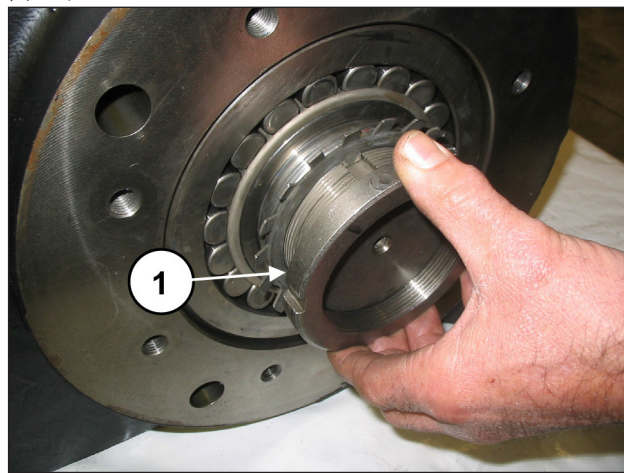
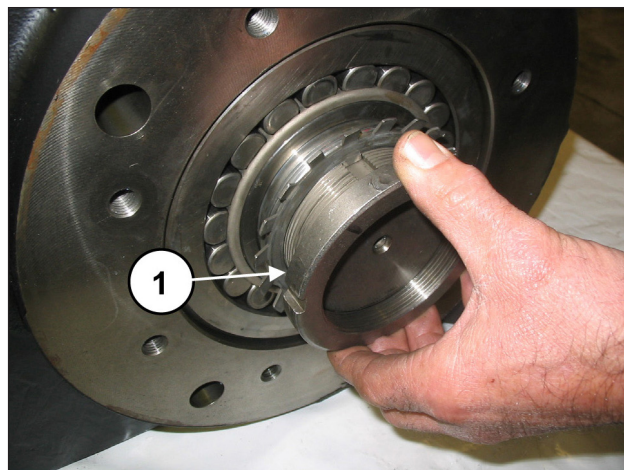
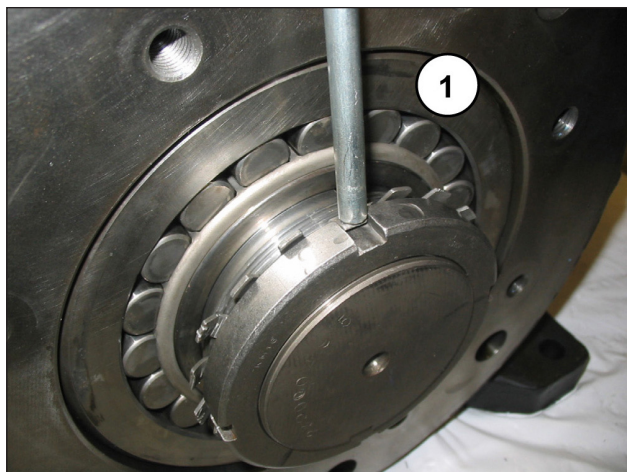

图 54
图 55
图 56
拧紧环形螺母，插入安全垫圈①，图 54)并将环形螺母重新拧紧到底①，图 55)，然后弯曲垫圈的锁定键①，图 56)。